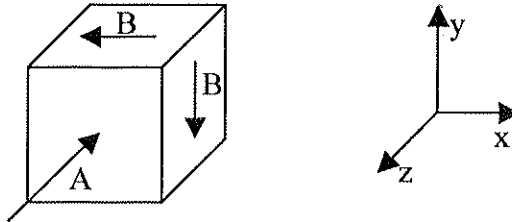

Figura 3: Elemento di verifica e suo sistema di riferimento.
- 2) Per un concio sollecitato come in Figura 3, si determini il tensore degli sforzi e si effettui la verifica di resistenza statica, considerando un materiale fragile con carico di rottura a trazione R_m e a compressione R_c .